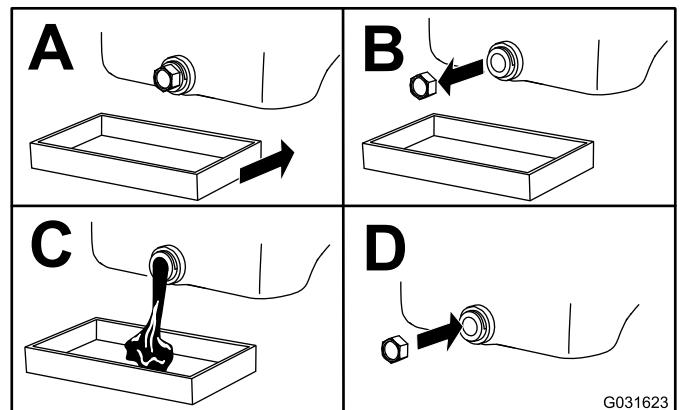

Figura 44
5. Cambie el aceite del motor, según se muestra en la Figura 44.